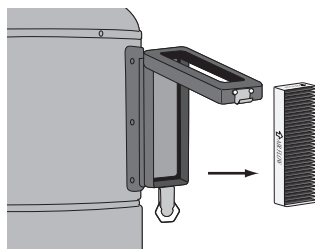

figura 23
2. Retire el filtre rectangular usado, y tírelo (**figura 23**).